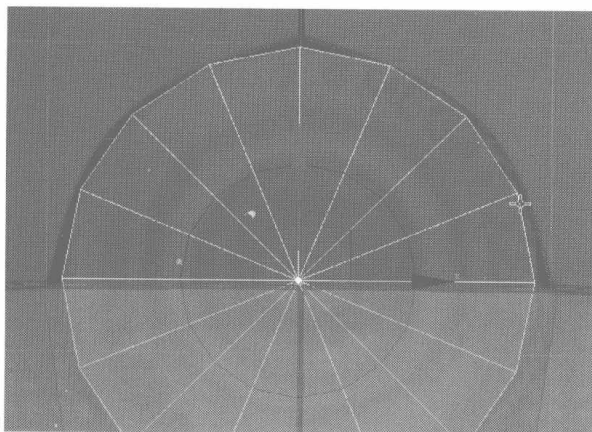
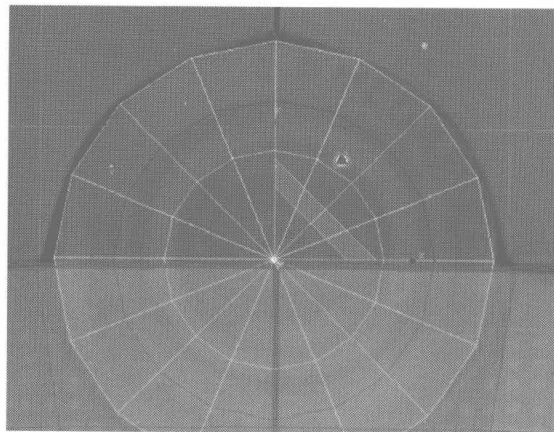

图 4.108
图 4.109
- 02** 在 Modify 控制面板中选择边线编辑，选择如图 4.108 所示圆柱体上的边线，在按住 Shift 键的同时用缩放工具将边线同比例放大，如图 4.109 所示。